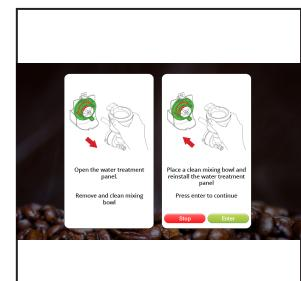

Fig.6
5. L-iskrin se juri **ERĞA' INSTALLA BIEQJA TAT-TAĦLIT NADIFA, AGħfas ENTER BIEX TIKKONFERMA**. Agħfas ENTER. (Ara Fig.6).